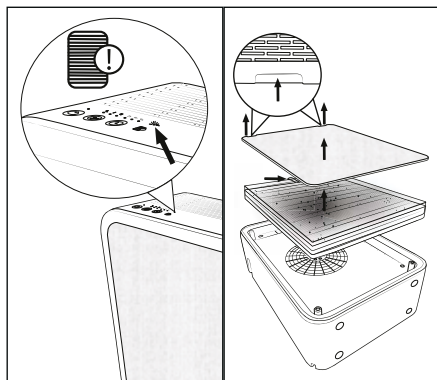

Fig. 6
Dacă ledul de înlocuire a filtrului ❸ luminează intermitent (a se vedea fig. 6), filtrul EPA ❸ nu mai poate funcționa la capacitate maximă. Puteți găsi informații despre comandarea filtrelor de schimb în capitolul 11. **Comanda pieselor de schimb.**
- ◆ Scoateți adaptorul de rețea ❹ al aparatului din priză.
- ◆ Scoateți conectorul-tată ❿ al adaptorului de rețea ❹ din conectorul-mamă ❺ al aparatului.
- ◆ Dați jos capacul ❹ de la concavitățile de pe partea superioară a aparatului (a se vedea fig. 6).
- ◆ Trageți de eclisă filtrul EPA ❸ din aparat (a se vedea fig. 6).